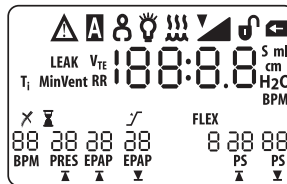

Abb. 6-1 Selbsttest-Bildschirm
- a. Der erste Bildschirm ist der Selbsttest-Bildschirm (siehe Abb. 6-1). Es handelt sich um den vom Gerät durchgeführten internen Test.